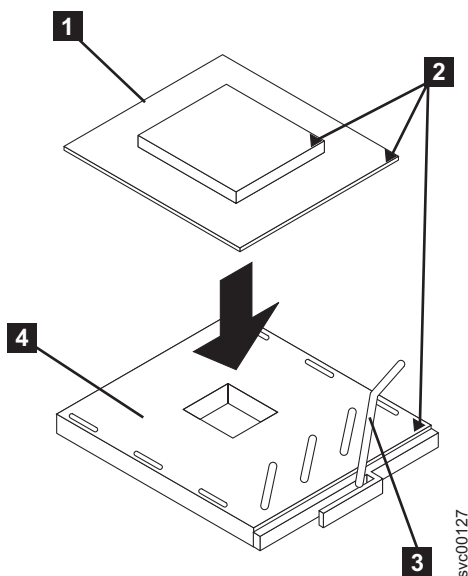

図 229. 開放位置にあるマイクロプロセッサ・ロック・レバー
3. ロック・レバー **3** を回して閉鎖位置から開放位置にします (図 229 を参照)。